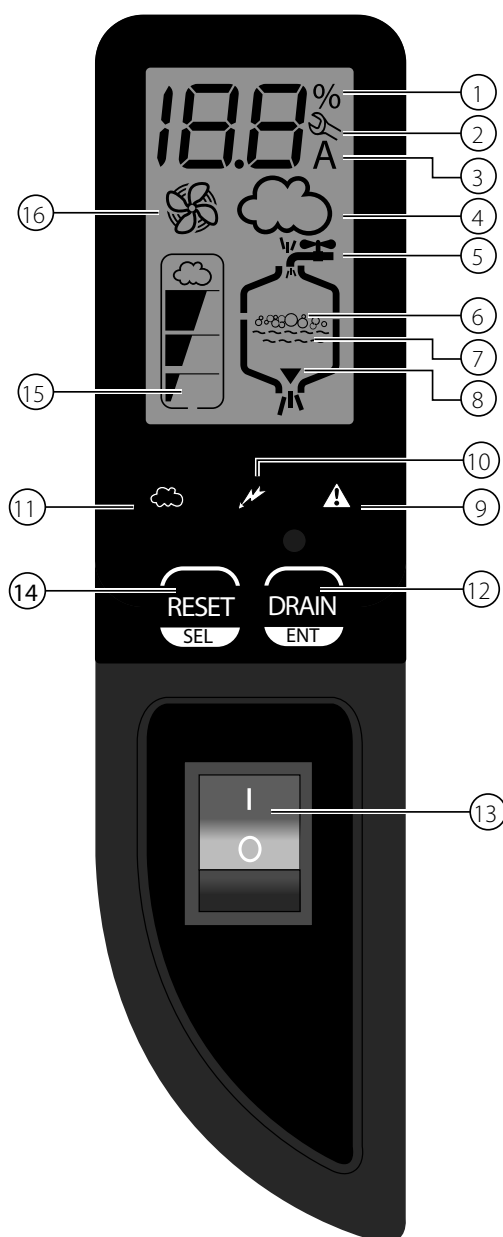

Fig. 4.a
- Pressez la partie supérieure du bouton On/Off de sorte que la partie « 1 » soit enclenchée (Voir l'élément n° 13 à la Fig. 4.a.). La LED d'alimentation jaune s'allume. L'humidificateur à vapeur 5500 est maintenant prêt à fonctionner.